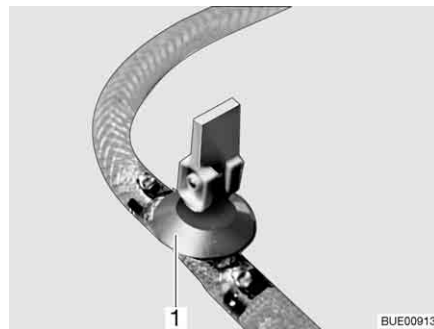
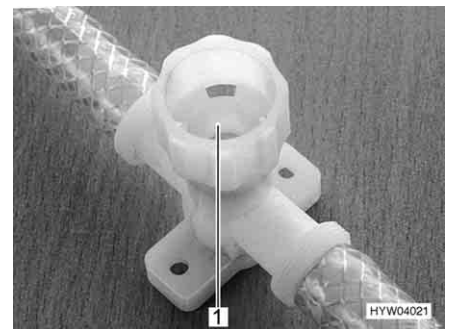

Fig. 238 Robinet de vidange (avec levier à bascule)
Fig. 239 Robinet de vidange (avec capuchon tournant)
- Ouvrir tous les robinets de vidange. Placer pour ce faire le levier à bascule (Fig. 238,1) à la verticale ou faire tourner le capuchon du robinet de vidange (Fig. 239,1) dans le sens inverse des aiguilles d'une montre.